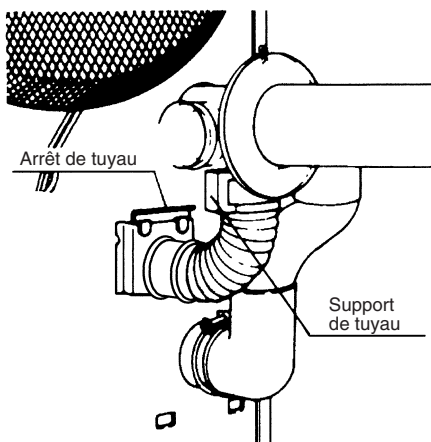

Fig. 12
8. Fixer le tuyau en L à l'orifice d'arrivée à l'aide du collier de serrage. Fixer le raccord coudé au tuyau de cheminée standard à l'aide du support de tuyau. En cas d'utilisation de conduits de rallonge, attacher également un support de tuyau à la jonction du joint coudé et du conduit de rallonge. Raccorder le joint coudé (ou le conduit de rallonge) à l'orifice d'évacuation en faisant glisser l'arrêt de tuyau sur le collier d'extrémité de l'orifice d'évacuation (Voir Fig. 12).